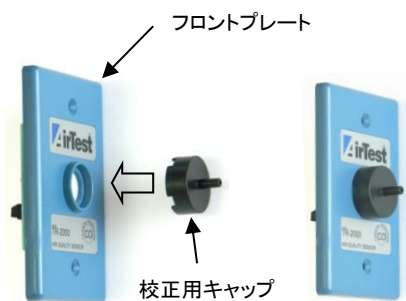

図 9 校正用キャップの取付
2. フロントプレートの前面中央に付属の校正用キャップを差し込みます。(図 9)